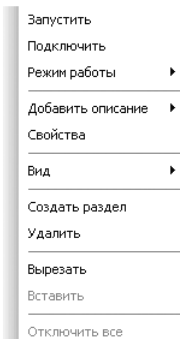

Рис. 1.2.
- щелкните в окне системы управления библиотеками **Менеджера библиотек** правой кнопкой мыши по любой из библиотек, например по библиотеке **Библиотека редукторов**. Появится контекстное меню, показанное на рис. 1.2;
- щелкните в контекстном меню библиотеки по пункту **Подключить** (см. рис. 1.2). Произойдет подключение выделенной библиотеки. Появится красный флажок перед подключенной библиотекой.